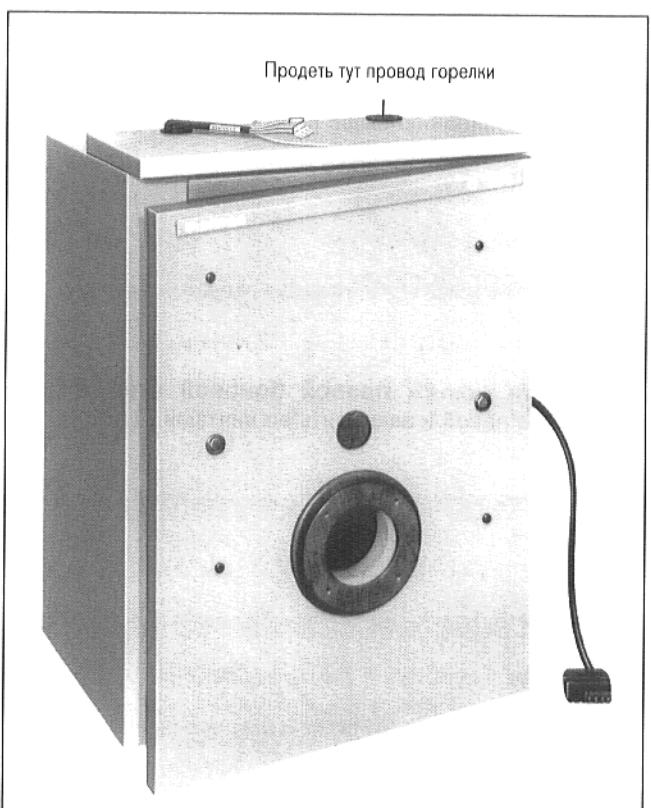

Рис. 19
Вставить **передний кожух** в щели боковых стенок, придавливая его спереди вниз, чтобы он заскочил (рис. 19).
Рис. 19а
**Закрыть дверцу горелки и закрепить винтами (рис. 19).**